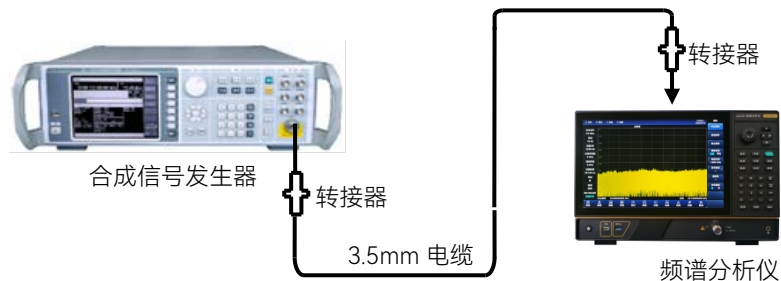

图 15.3 频率读出准确度测试框图
- 1) 如图 15.3 连接测试仪器，信号发生器的射频输出端连接到频谱分析仪的射频输入端；
- 5) 按公式 (2) 计算频率读数误差  $\Delta f$ :